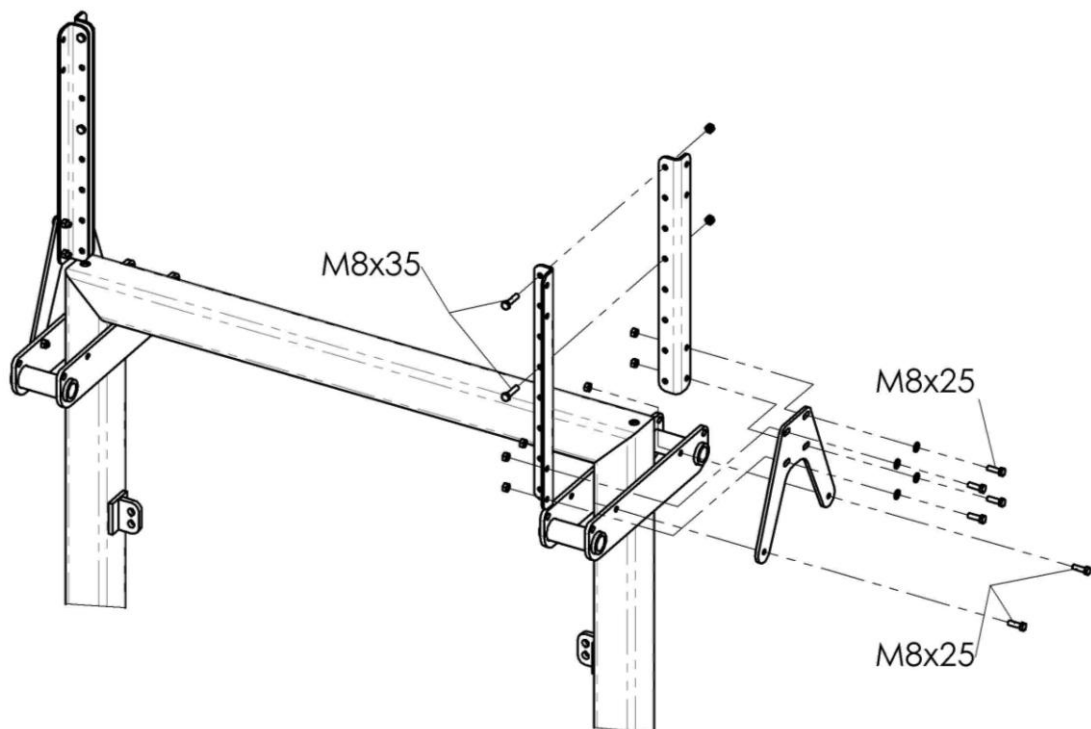

Bild 1 - Montage des Werbeschildhalters
- a. Montage der Werbeschildhalterung am Werkzeugständer (Bild 1)